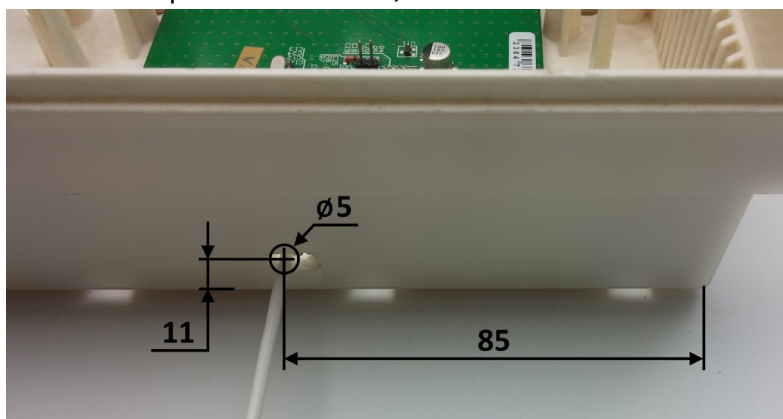

Figura 22. Orificio en la carcasa para la antena del receptor inalámbrico “P433” rev.4
2. Taladrar un orificio en la carcasa, como se muestra en la Figura 22 y poner la placa del receptor inalámbrico de acuerdo con la Figura 21;